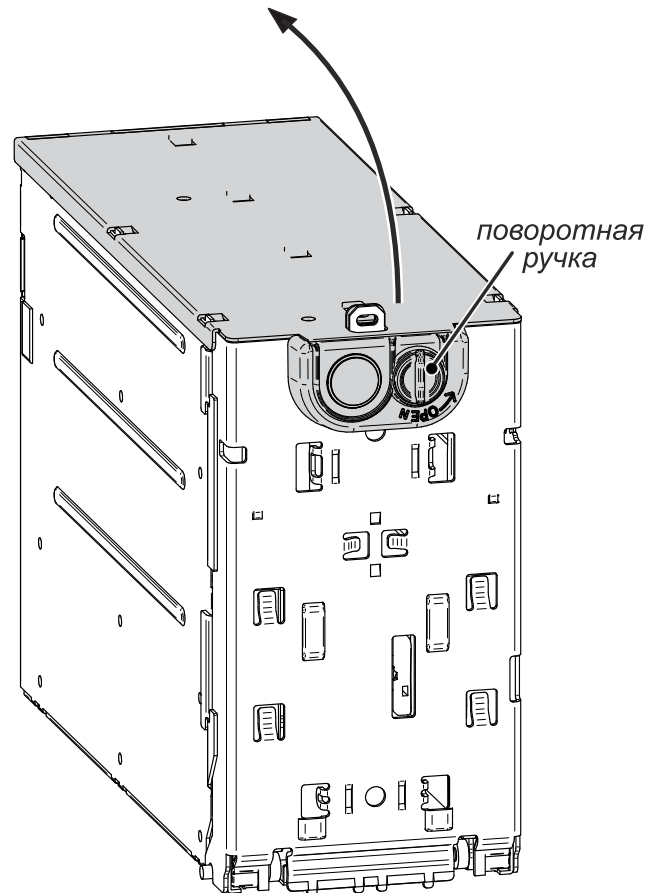

Рисунок 19. Открытие крышки ящика купюроприемника
2. Переверните снятый ящик вверх дном. Найдите поворотную ручку с надписью «OPEN», расположенную на задней стороне ящика, и поверните ее против часовой стрелки до упора (см. рис. 19).
1. Закройте крышку ящика и поверните ручку с надписью «OPEN» (см. рис. 19)), расположенную на задней стороне ящика, по часовой стрелке до упора.